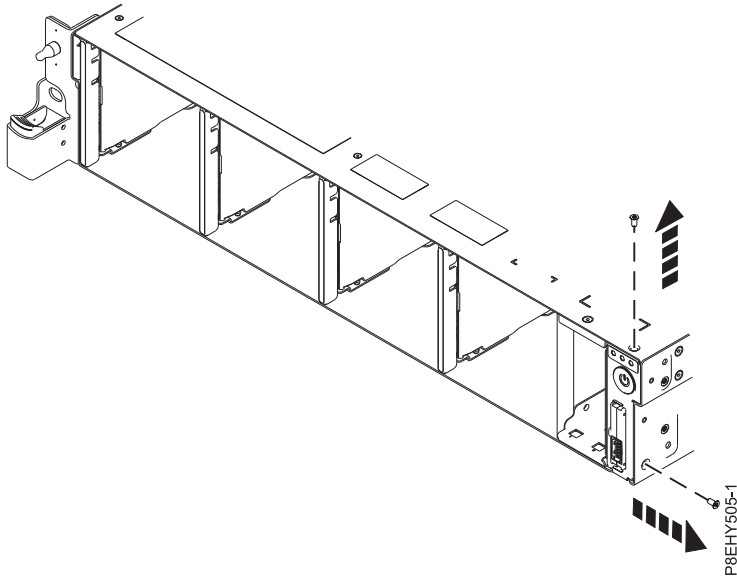

Figure 21. Retrait des vis de la partie supérieure et de chaque côté
8. Retirez les vis de la partie supérieure et de chaque côté de l'interrupteur d'alimentation. Voir figure 21, à la page 28.